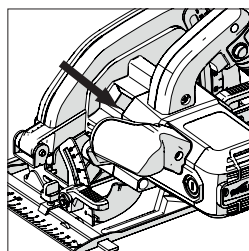

Fig. 3
- Localizați butonul de blocare a arborelui uneltei (care este poziționat similar la toate uneltele). Blocați arborele uneltei acționând butonul de blocare a arborelui. (**Fig. 3**).